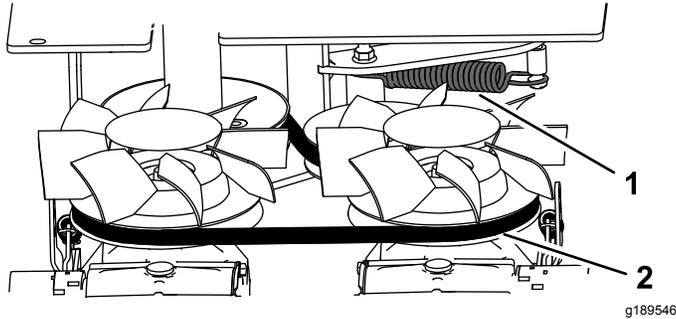

Figura 40
- Inspeccione la correa (Figura 40). Cambie la correa si está desgastada; consulte Sustitución de la correa de transmisión \(página 32\).
- Perno trasero (2)
- Perno lateral (4)
- Retire el muelle de extensión (Figura 40).
11. Instale el muelle de extensión (Figura 40).